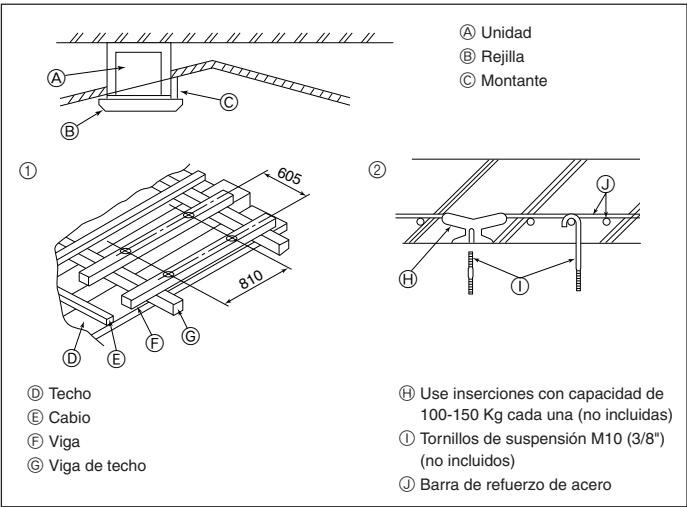

Fig. 2-4
2.4. Estructura de suspensión (Refuerzo de la estructura de suspensión) (Fig. 2-4)